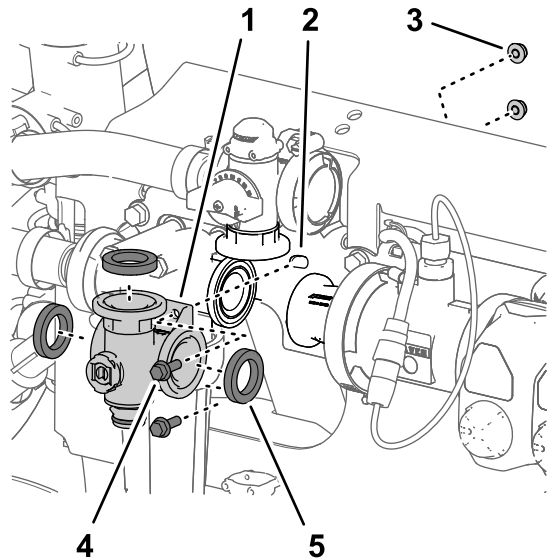
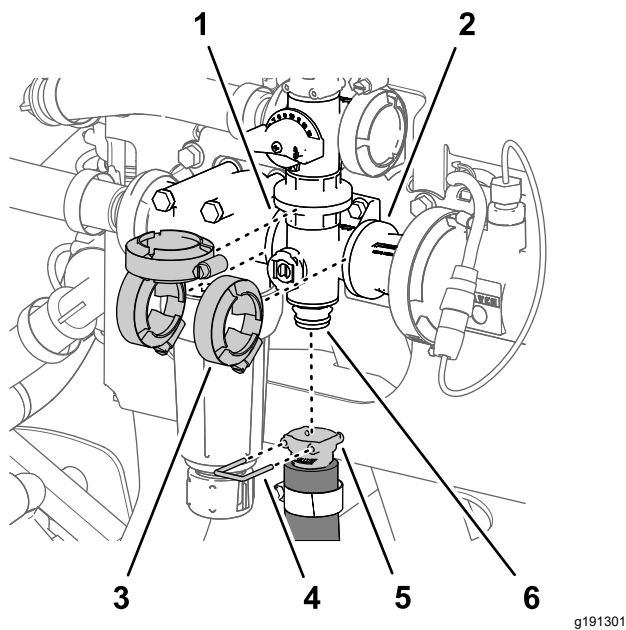

Figure 135
Figure 136
1. Alignez la bride du collecteur de la vanne d'agitation et les 3 joints sur les brides de la vanne de dérivation d'agitation, de la tête du filtre de pression et de l'adaptateur de raccordement (Figure 135 et Figure 136).
2. Fixez légèrement le collecteur de vanne d'agitation à la vanne de dérivation d'agitation, la tête du filtre de pression et l'adaptateur de raccordement (Figure 136) à l'aide des 3 colliers que vous avez retirés à la section Dépose de la valve du collecteur d'agitation (page 91).
5. Serrez les 3 colliers bride à la main (Figure 136).
6. Fixez le raccord rapide du flexible d'agitation au raccord rapide du collecteur de vanne d'agitation à l'aide de l'étrier de fixation (Figure 136).